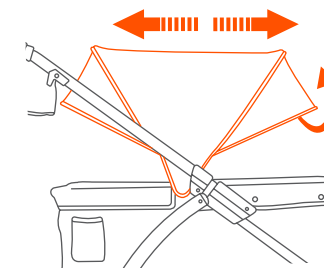

Fig. 5b
• To open the canopy: Firmly spread out both sides of the canopy. To use the visors flip outward (Fig 5b).
• Para abrir el dosel: Extienda firmemente ambos lados del dosel. Para usar los visores despléguela hacia fuera (Fig 5b).
- **Pour ouvrir l'auvent:** Étaler fermement les deux côtés de l'auvent. Pour utiliser les pare-soleil, les déplier vers l'extérieur (Fig 5b).